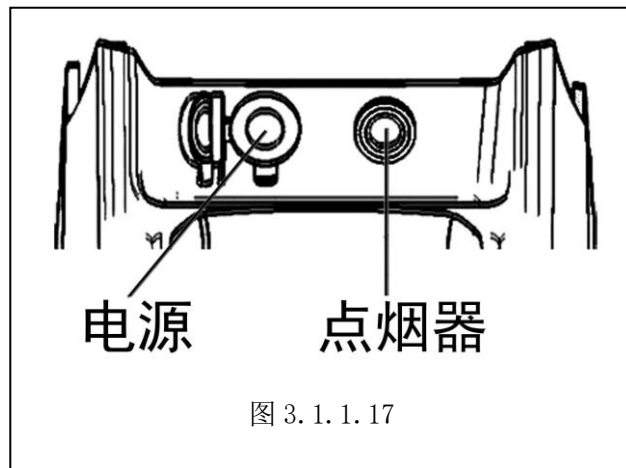

图 3.1.1.17
b. 点烟器及电源（见图 3.1.1.17）
1) 收音机（见图 3.1.1.18）